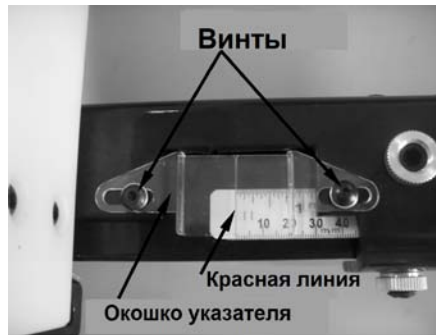

Рис. 8
D. Установите шкалу упора (Рис. 8). Сдвиньте упор так, чтобы он располагался вплотную к пильному диску, и зафиксируйте его.